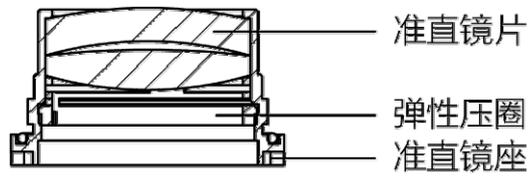

图 6.6 — 准直镜片安装示意图
- 如图 6.6 按顺序重新组装好准直镜组件，注意弹簧压圈适当用力旋紧，并重新旋进准直组件中；